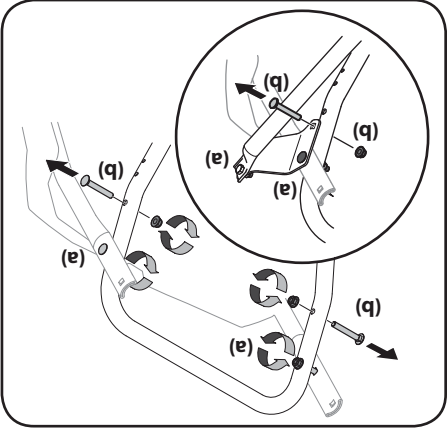

Figure 2-2
2. **NOTE :** Si votre modèle est doté d'une attache de câble qui fixent les câbles de commande au moteur, ne la coupez pas. Desserrez les deux contre-écrous supérieurs (a) qui fixent les poignées inférieure et supérieure. Retirez les deux vis de carrosserie (b) de la poignée inférieure et mettez-les de côté comme illustré sur la Figure 2-2. Voir Figure 2-2 pour les modèles dotés d'un support latéral.